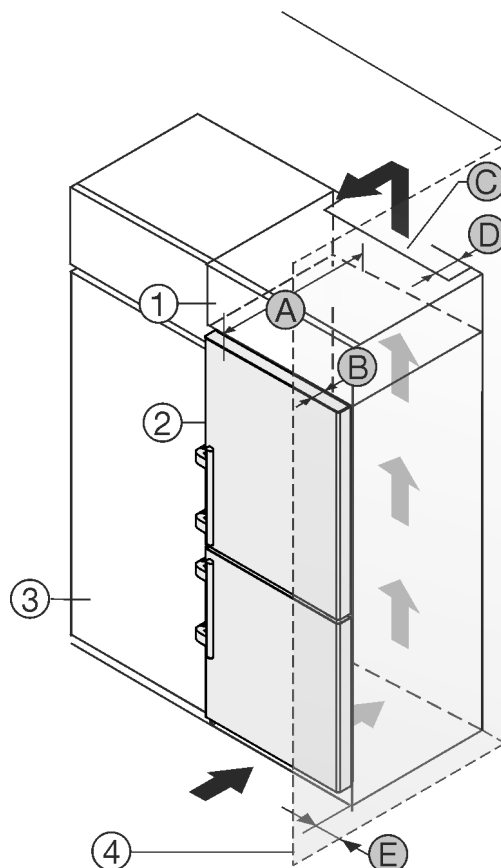

Fig. 2
- (1) Overskab *
- (2) Apparat *
- (3) Køkkenskab *
- (4) Væg *
- (A) Apparatdybde *
- (B) Dørens dybde *
- (C) Ventilationstværsnit *
- (D) Afstand, apparatets bagside *
- (E) Afstand til apparatets side *
Du kan opstille apparatet direkte ved siden af køkkenskabet *Fig. 2 (3)**.
På bagsiden af overskabet skal der være en ventilationskanal med dybden *Fig. 2 (D)* over hele overskabets bredde.*
Ventilationstværsnittet *Fig. 2 (C)* under rummets loft skal overholdes.*
Hvis apparatet opstilles med hængslerne ved siden af en væg *Fig. 2 (4)*, skal afstanden mellem apparatet og væggen være mindst 57 mm. Dette svarer til det, som grebet rager frem, når døren er åben.*
For at døren kan åbnes helt, skal apparatet rage frem med dørens dybde *Fig. 2 (B)* i forhold til køkkenskabets forside. Apparatet kan rage mere ud afhængigt af køkkenskabenes *Fig. 2 (3)* dybde og anvendelsen af vægafstandsholdere.*